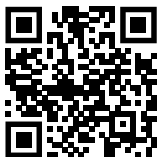

Fig. 62
- ▶ Откройте Liebherr SmartMonitoring Dashboard. (см. Fig. 62)